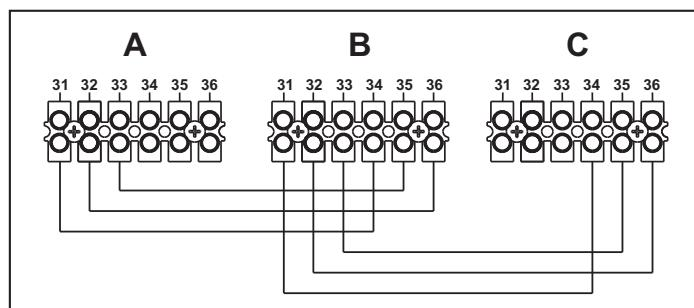

fig. 53- Cascadeaansluiting
- Sluit de modules aan zoals te zien is in fig. 53 (**voorbeeld met 3 modules**)
Als dit niet het geval is, koppel de elektrische voeding dan los en controleer de bedrading in fig. 53.